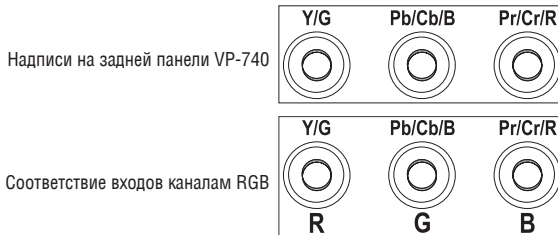

Рис. 3. Подключение источника компонентного видеосигнала
- **другой источник видеосигнала, использующий цветовое пространство RGB (например, компьютер или приемник HDTV) ко входам Y/G, Pb/Cb/B, Pr/Cr/R, соответствие которых каналам RGB показано на рис. 3.**